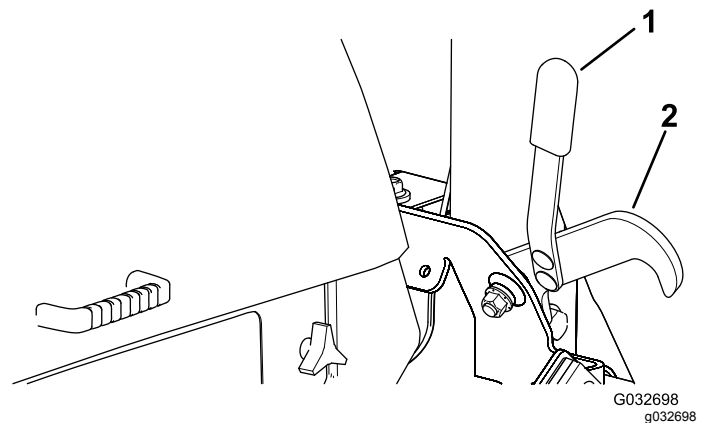

Bild 29
2. Haken Sie die Riegel, mit denen die Mähwerke in der angehobenen Stellung gehalten werden, mit dem Griff aus (Bild 29).